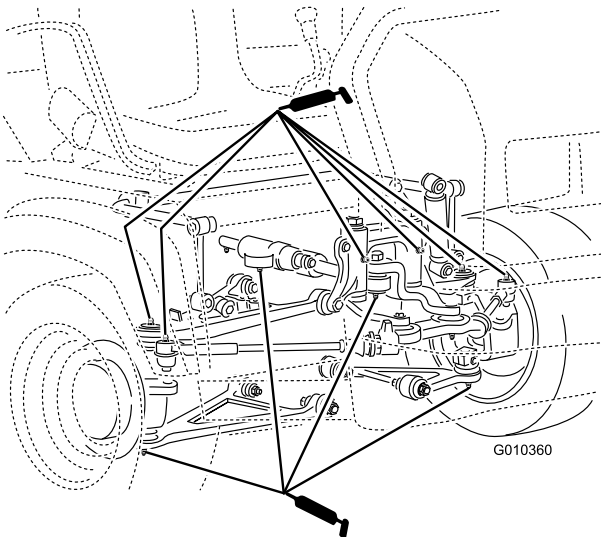

Bild 38
- Kugellager (4), Spurstangen (2), Schwenkhalterungen (2) und Lenkzylinder (2) (Bild 38)